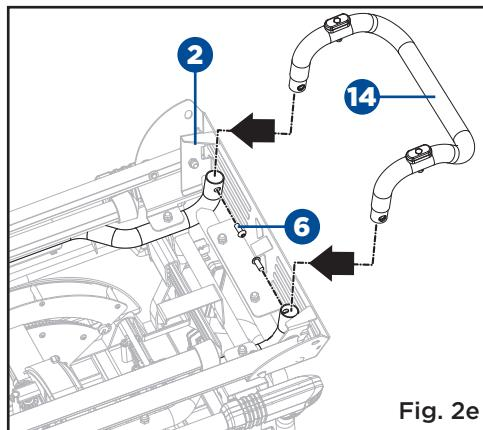

Fig. 2e
- Fixez les tubes de la poignée I (14) aux tubes correspondants (situés sur le côté de la section de rangement pour protège-lame) sur le support (2) et alignez les trous. Insérez les vis à tête ronde M8 x 10 (6) dans le trou et serrez à l'aide d'une clé hexagonale de 5mm. (Fig. 2e)